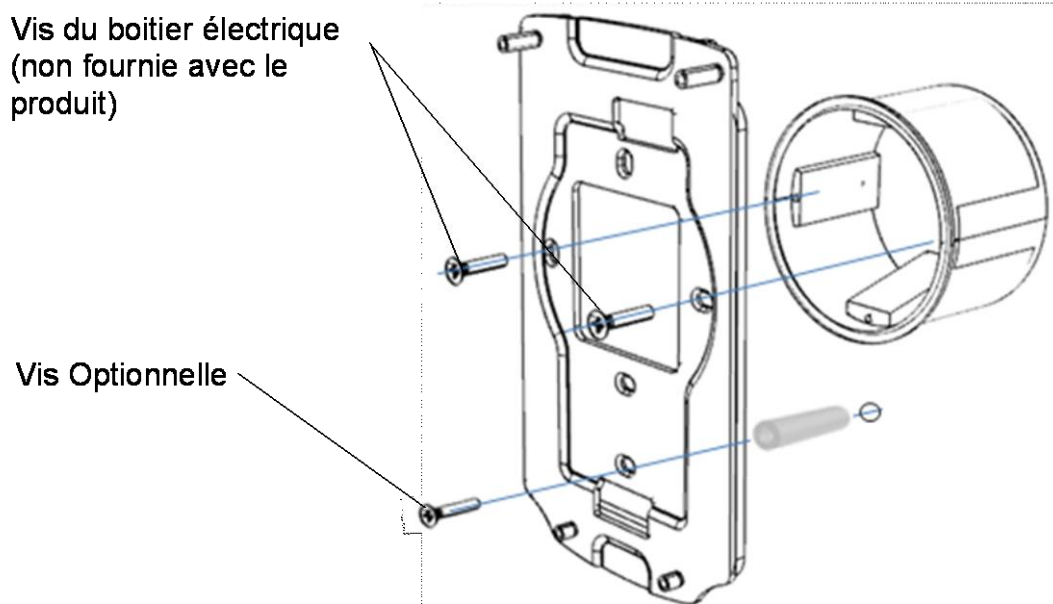

Figure 14 : Fixation de la tôle murale
boîtier électrique (voir Figure 14) : ces vis seront utilisées pour fixer le corps du terminal.
3. Percer dans le mur un trou adapté à la cheville et y insérer la cheville (voir Figure 14). Il est possible de repérer le centre du trou en plaçant la tôle murale du terminal sur le mur avec ses trous de montage horizontaux face à ceux du boîtier électrique.
4. Rapprocher la tôle murale du mur, face aux 2 trous du boîtier électrique et de la cheville (voir Figure 14).
5. Fixer le corps du terminal à l'aide de la vis diamètre 3,5 mm Max et longueur 30 mm et des 2 vis du boîtier électrique (voir Figure 14).